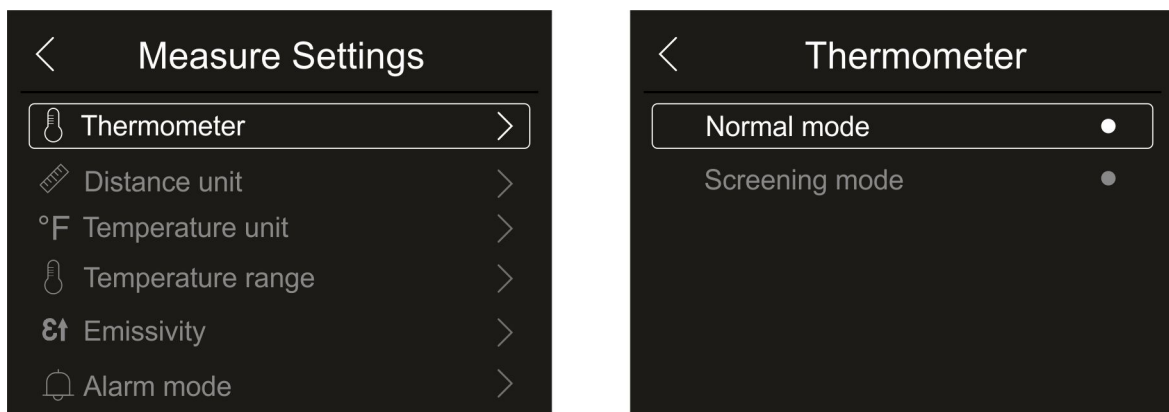

Fig. 24: Menú Termómetro
1. Toque el texto “Thermometer”. Se muestra la pantalla de la Fig. 24 – parte derecha